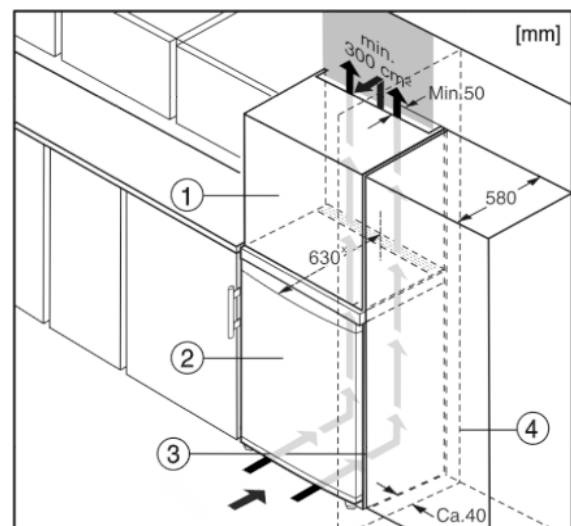

Fig. 5
L'appareil peut être réagencé avec des buffets de cuisine. Pour adapter l'appareil Fig. 5 (2) à la hauteur du coin cuisine, une rehausse Fig. 5 (1) peut être posée sur l'appareil.
Lors de la transformation avec des placards de cuisine (profondeur max. 580 mm), l'appareil peut être placé directement à côté du placard de cuisine *Fig. 5 (3)*. L'appareil dépasse latéralement de 34 mm\* et de 50 mm\* au centre de l'appareil par rapport à la face avant du placard de cuisine.
Si l'appareil est installé avec les charnières à côté d'un mur *Fig. 5 (4)*, la distance entre l'appareil et le mur doit être de 40 mm min. Ceci correspond à la saillie de la poignée lorsque la porte est ouverte.